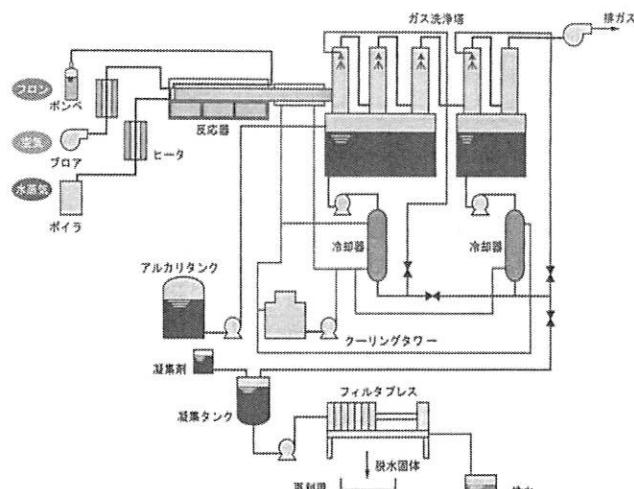

図5 フロン破壊装置フロー図
- ① 蒸留塔でフロンを加熱して気化させる。
- ② 冷却器で液化させる。
- ③ 気液分離器で非凝縮ガスと分離を行う。
- ④ 乾燥塔で水分を除去する。
- ⑤ 製品受槽にたまつたフロン冷媒を容器に詰める。
(2) 過熱蒸気反応方式フロン破壊装置(図5, 6)